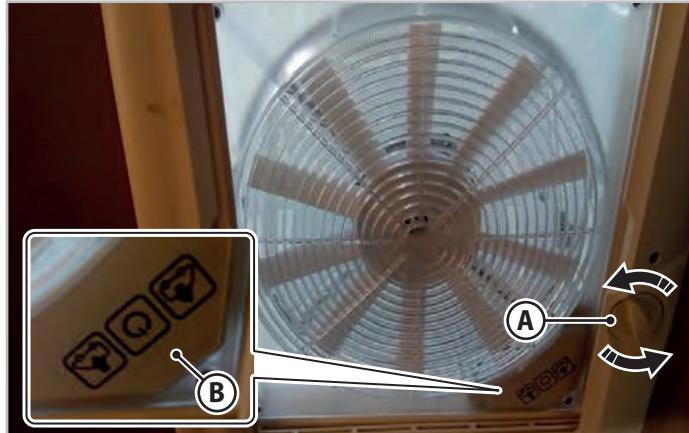

Fig. 6.9 - Lanterneau avec volant d'ouverture
En tournant le volant d'ouverture (**A** - Fig.6.9) dans les deux sens de rotation, le lanterneau se soulève (ouverture) ou se baisse (fermeture). Vous pouvez régler l'ouverture du lanterneau sur la position intermédiaire choisie.
Pour utiliser la fonction d'aération et d'aspiration, ouvrir le lanterneau à l'aide du volant (**A** - Fig.6.9) et sélectionner la fonction d'aération avec entrée d'air (IN) ou d'aspiration (OUT) à l'aide des boutons de commande (**B** - Fig.6.9).